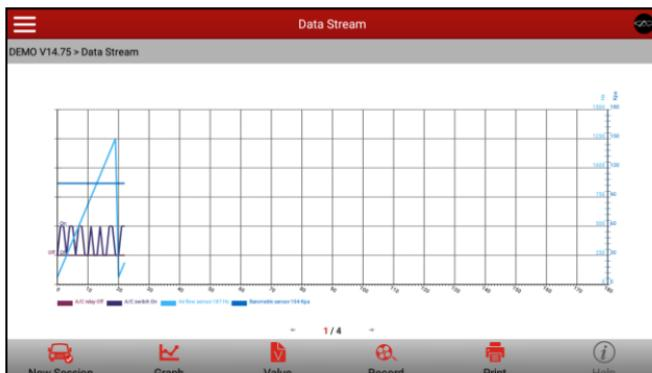

Рис. 4-22
- ✓ Объединенный – режим наложения графиков для сравнения данных. В этом случае разные данные выделены разными цветами. См. рис. 4-22.